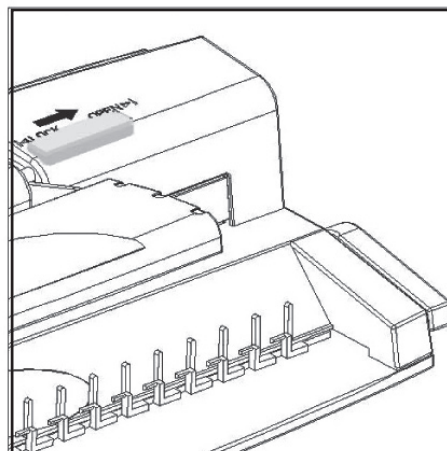

fig. 2
- Abaissez la manette de perforation et actionnez le poussoir d'arrêt vers la droite (cf. figure 2).